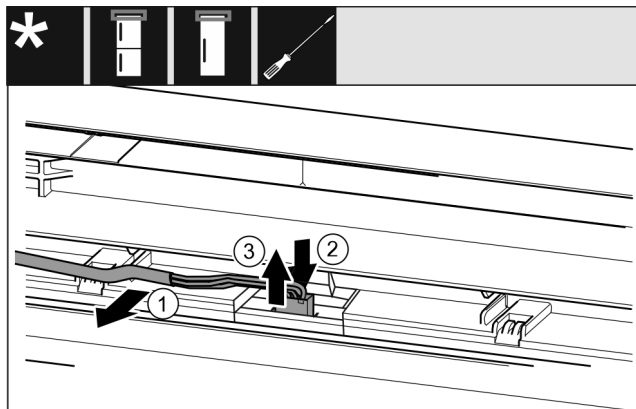

Fig. 20
- ▶ Atbrīvojiet uzmanīgi pelēko kabeli no vadotnes durvīs. Fig. 20 (1)
- ▶ Spiediet mēlīti aiz spraudņa uz leju. Fig. 20 (2)
- ▶ Izvelciet uzmanīgi spraudni uz augšu. Fig. 20 (3)